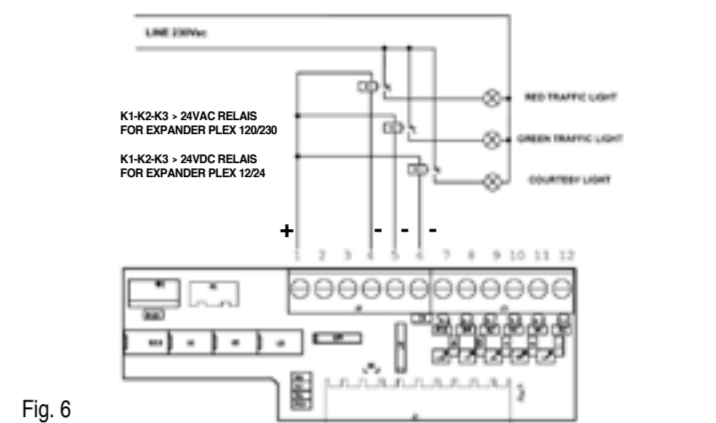

Fig. 6
COURTESY LIGHT (6) see Fig. 6
TRAFFIC LIGHT OPERATION see Fig. 6